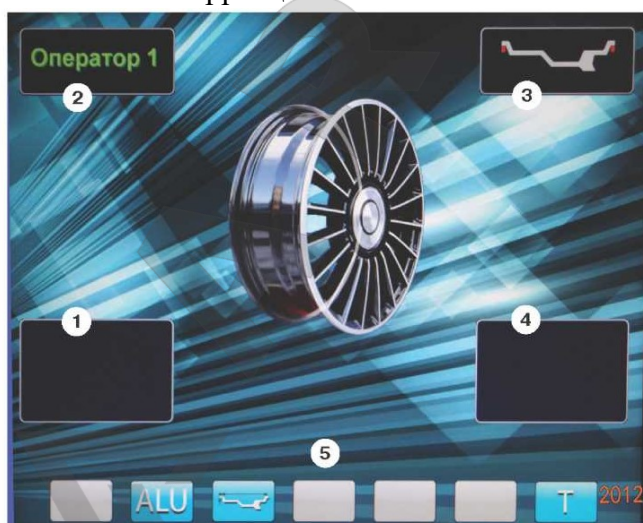
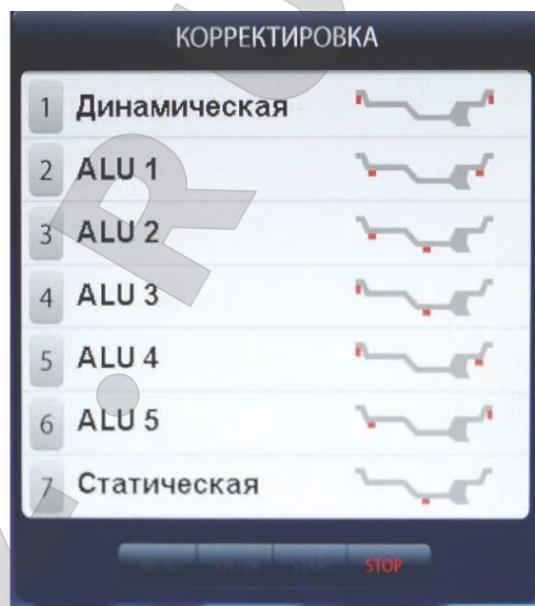

рис.8.2.
рис.11.3.
8.3. После включения питания СБ на экране монитора отображается фирменная заставка, которая через несколько секунд сменяется отображением экрана основного рабочего режима (рис. 8.2).
окно схем установки грузов, отмеченных номерами рис.11.3. Если после введения размеров колеса установился экран ввода геометрических параметров, необходимо перейти в экран основного рабочего режима нажатием кнопки «STOP». Для выбора нужной схемы нажмите кнопку верхнего ряда клавиатуры с соответствующим номером. Выбранная схема установки грузов отображается в окне 3 экрана основного рабочего режима (рис. 8.2).